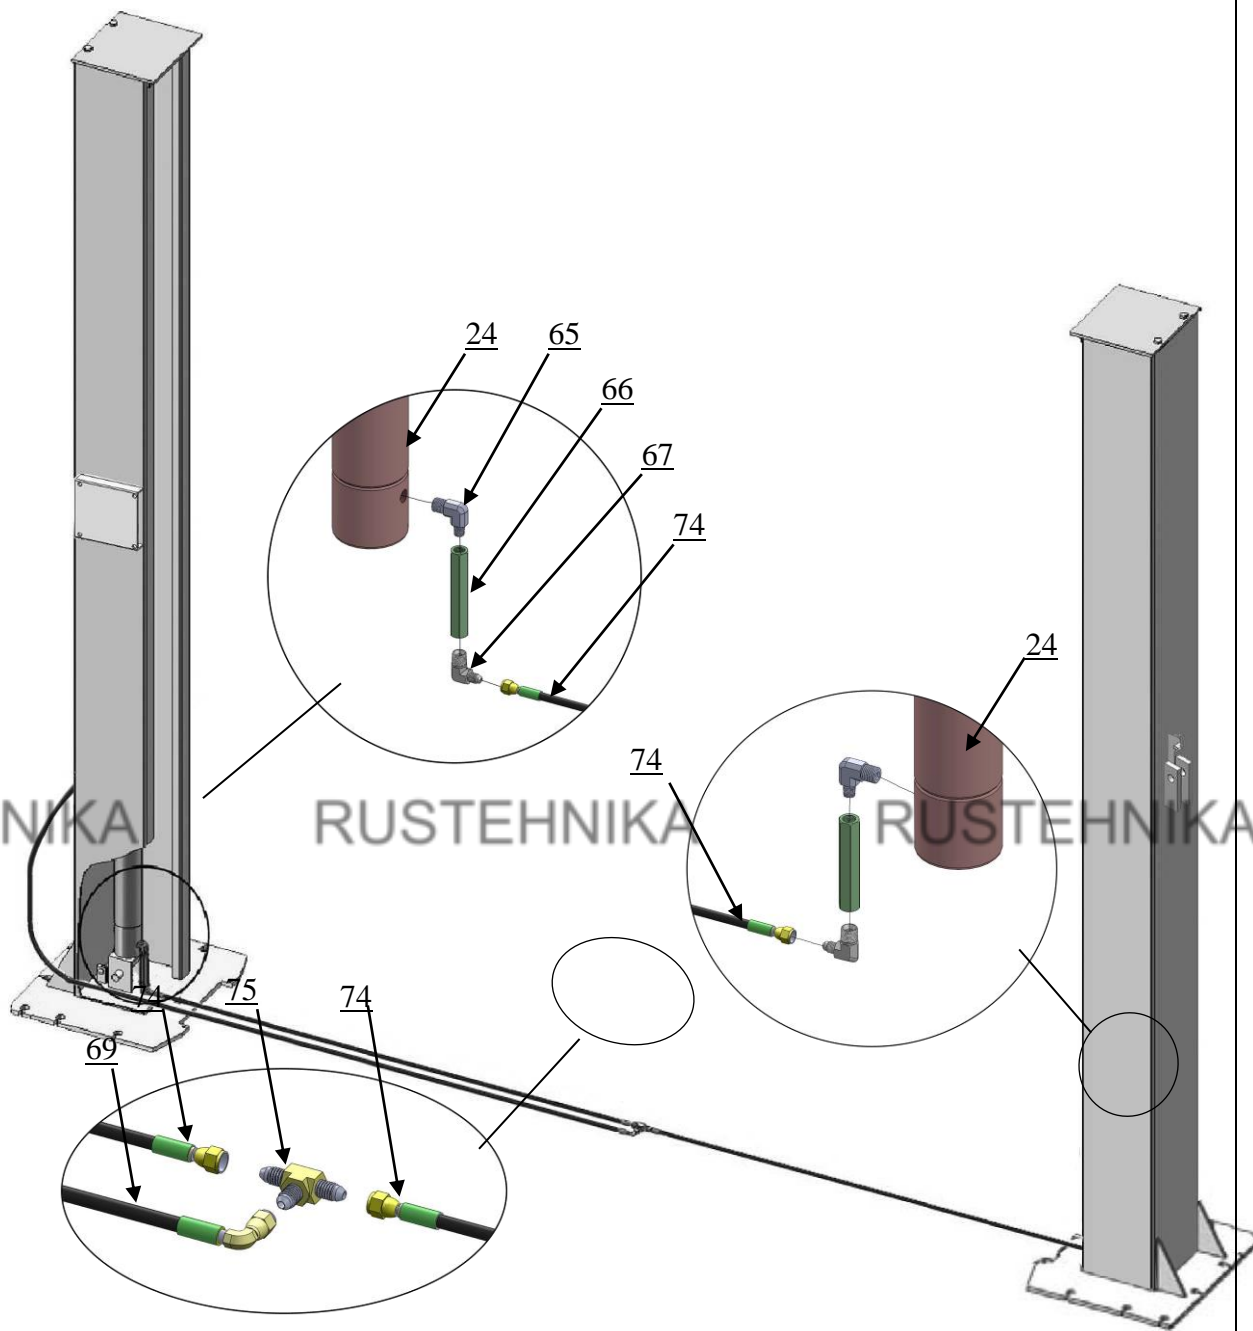

Рис. 18
I. Сборка гидравлических шлангов. (См Рис. 18)